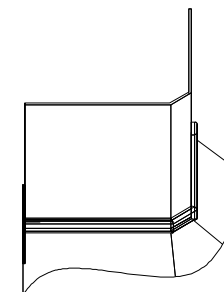

РИС. 6
6.3 На верхнее обрамление установите фальштрубу (рис. 6).